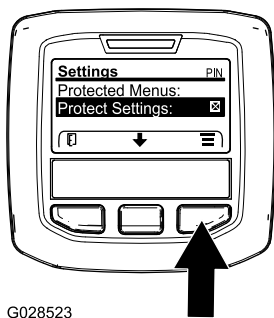

Figura 14
Nota: Se non c'è alcuna X nella casella a destra della voce Impostazioni protette, significa che i sottomenu Barra Sin., Barra Cen., Barra Des. e Valori predefiniti non sono bloccati da codice PIN (Figura 14).
Nota: Compilate una X nella casella a destra della voce Impostazioni protette (Figura 14).
2. Premete il pulsante di selezione destro per disabilitare il sistema GeoLink (Figura 14).